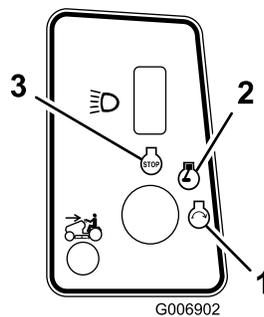

Figura 11
- Girate la chiave di accensione in senso orario e tenetela in posizione Start (Figura 11). Rilasciatela quando il motore si accende.
- Prima di scendere dalla postazione di guida ruotate la chiave di accensione su Off, attendete che si fermino tutte le parti in movimento e togliete la chiave di accensione. (Figura 11).